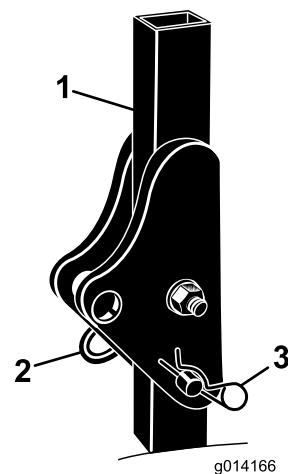

Figura 5
1. Rimuovete le coppiglie e le spine dal roll bar (Figura 5).
2. Alzate completamente il roll bar e montate le due spine, quindi fissatele con le coppiglie (Figura 5).